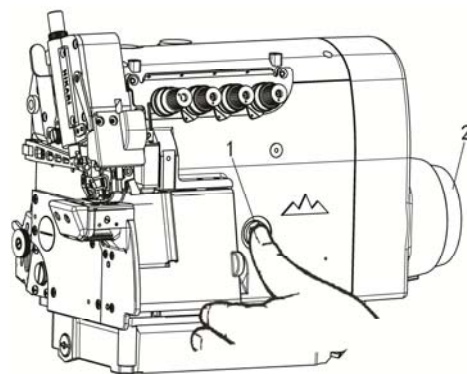

图 22
1. 一边按着按钮 1，一边旋转手轮 2，将按钮置于更深的状态。（图 22）